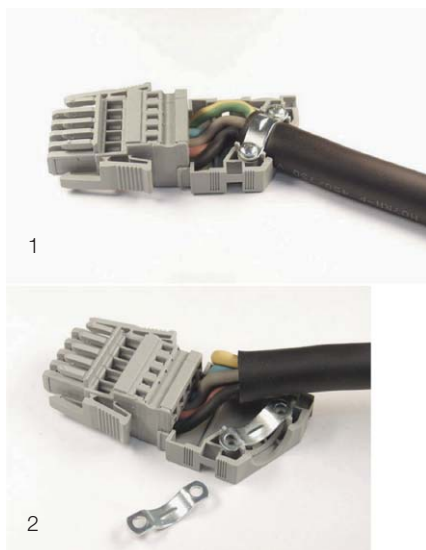

Рис. 42: Штекер подключения с корпусом для защиты от натяжения
- Проложите провода в корпусе для разгрузки от натяжения, как показано на рис. 42, и зафиксируйте кабель с помощью кабельного зажима на корпусе для защиты от натяжения.
Для того, чтобы обеспечить достаточную разгрузку от натяжения также для кабеля с диаметром < 12 мм, необходима установка второго кабельного зажима под проводом (рис. 42, поз. 2).